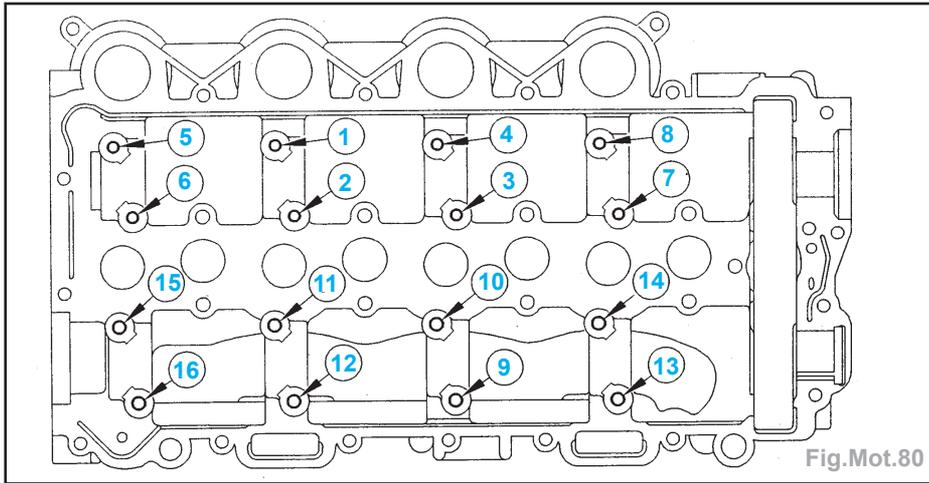

Fig.Mot.80
- Approcher puis serrer les vis à $1,0 \pm 0,1$ daN.m (de 1 à 16) (Fig.Mot.80).
- Monter un joint à lèvres (11) d'arbre à cames ; à l'aide des outils [3a] et [3b].
- Huiler le corps des poussoirs de soupapes ainsi que la portée des arbres à cames (8) et (10).
- Reposer les linguets à rouleaux (12) (en respectant leur emplacement d'origine).